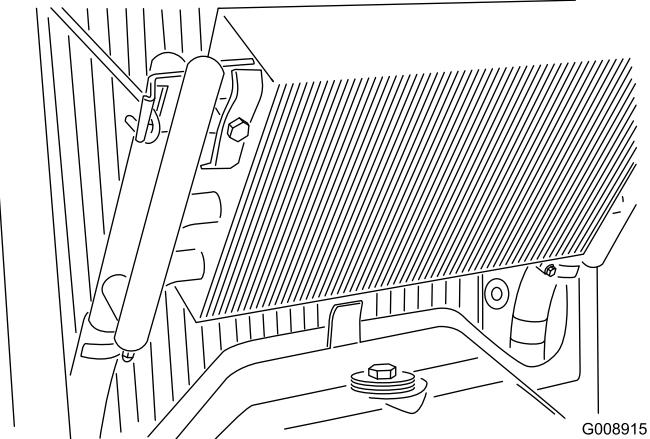

Figura 64
4. Destranque o refrigerador de óleo e articule a zona posterior (Figura 64).